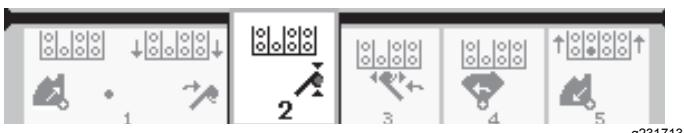

Figura 11
4. Suelte el interruptor basculante para continuar con el paso siguiente de la secuencia (Figura 11).